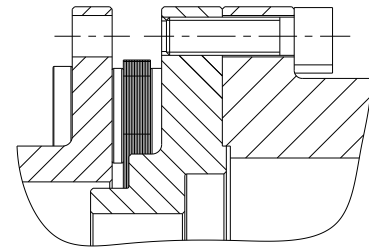

Fig. 12
- Visser l'entretoise et les moyeux en serrant les vis cylindriques manuellement (voir fig. 12).